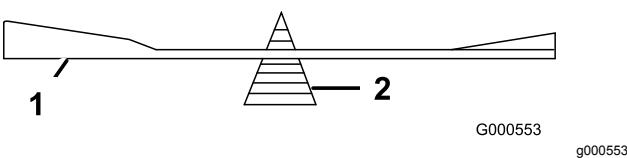

Figura 62
2. Controllate l'equilibrio della lama posizionandola su un bilanciatore (Figura 62).